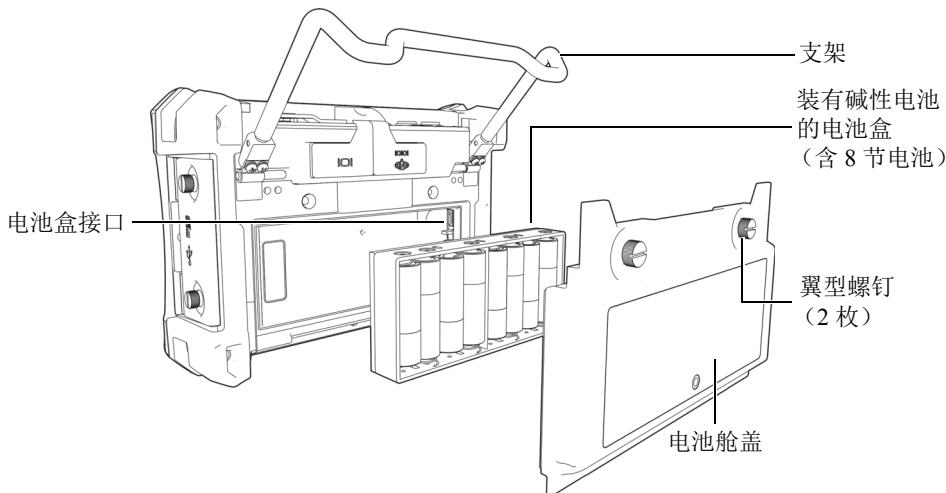

图 2-11 碱性电池盒
1. 打开 BondMaster 600 仪器的支架（参见第 33 页的图 2-11）。